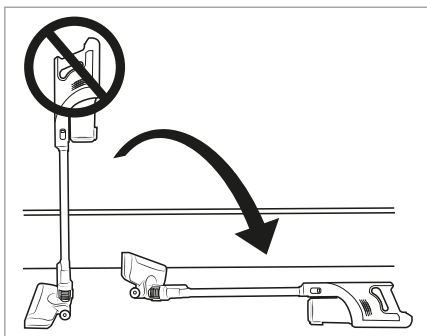

Bild 9
- Ställ inte dammsugaren upprätt om du tar en paus och sätter ifrån dig den tillfälligt. Sätt i så fall dammsugaren i vägghållaren 18 eller lägg den på golvet (se bild 9 och 10). Eftersom dammsugarens tyngdpunkt ligger så högt kan den välta och skadas och i vissa fall även skada andra föremål i närheten.